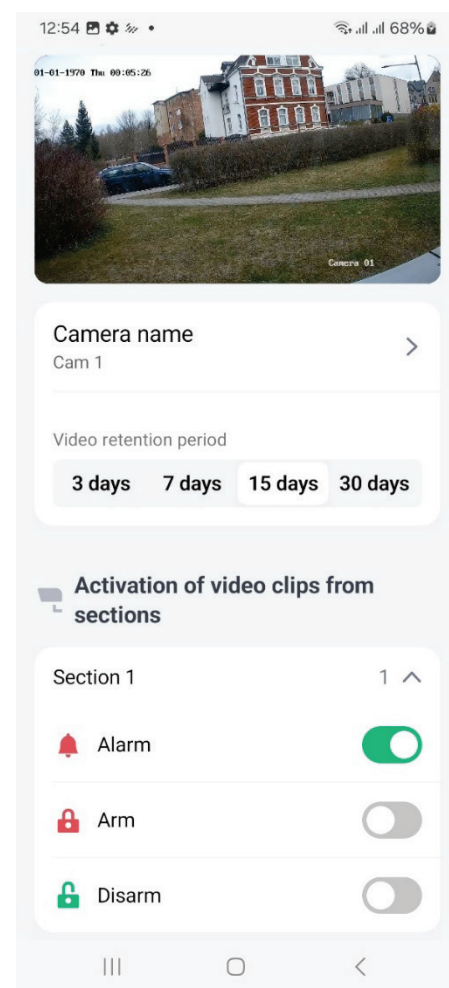

Fig. 5: strøminnstillinger
7. En liste over tilkoblede kameraer åpnes, og i den kan du se kameradetaljer med ytterligere innstillinger, se nedenfor (fig. 5 og 8).